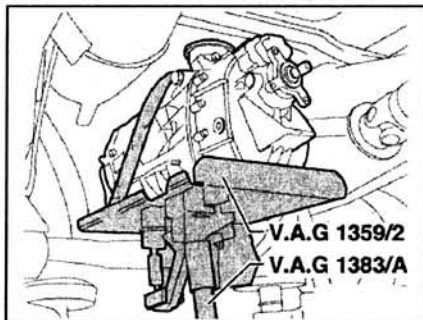

Рис. 4.24. Подставьте под коробку передач домкрат V.A.G. 1383 A и универсальную опору V.A.G. 1359/2 и закрепите на ней коробку передач с помощью ленты.
16. Подставьте под коробку передач домкрат V.A.G. 1383 A и универсальную опору V.A.G. 1359/2 и закрепите на ней коробку передач с помощью ленты (рис. 4.24). Отсоедините осторожно коробку передач от двигателя. Проверьте упорный подшипник в первичном вале/маховике, если необходимо, установите его на место.